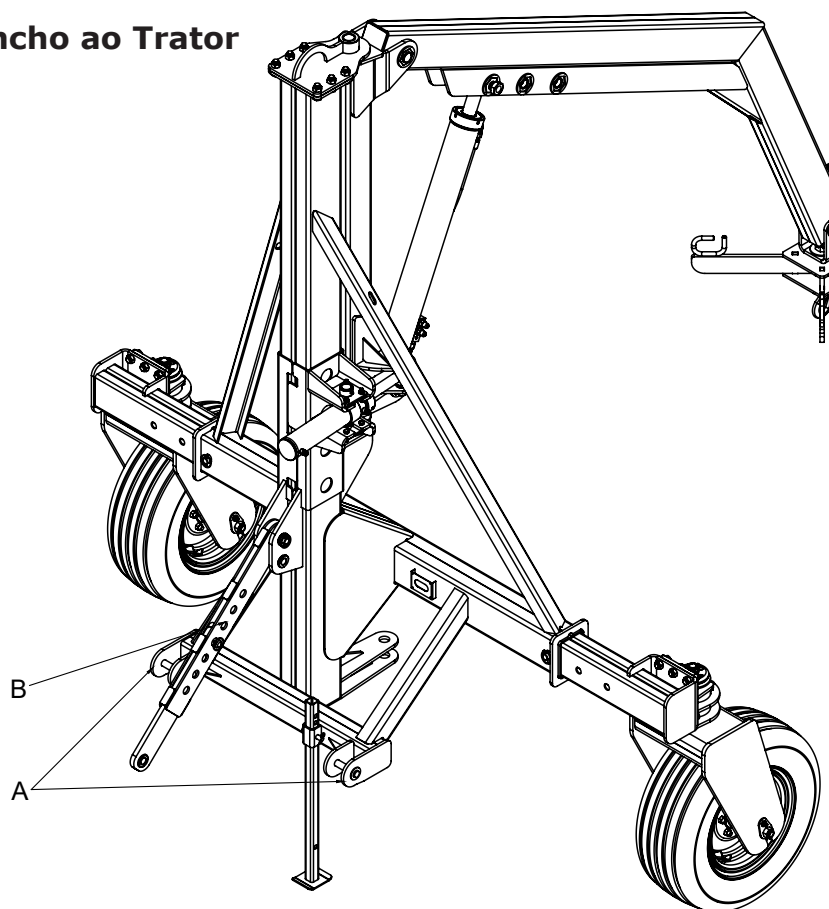
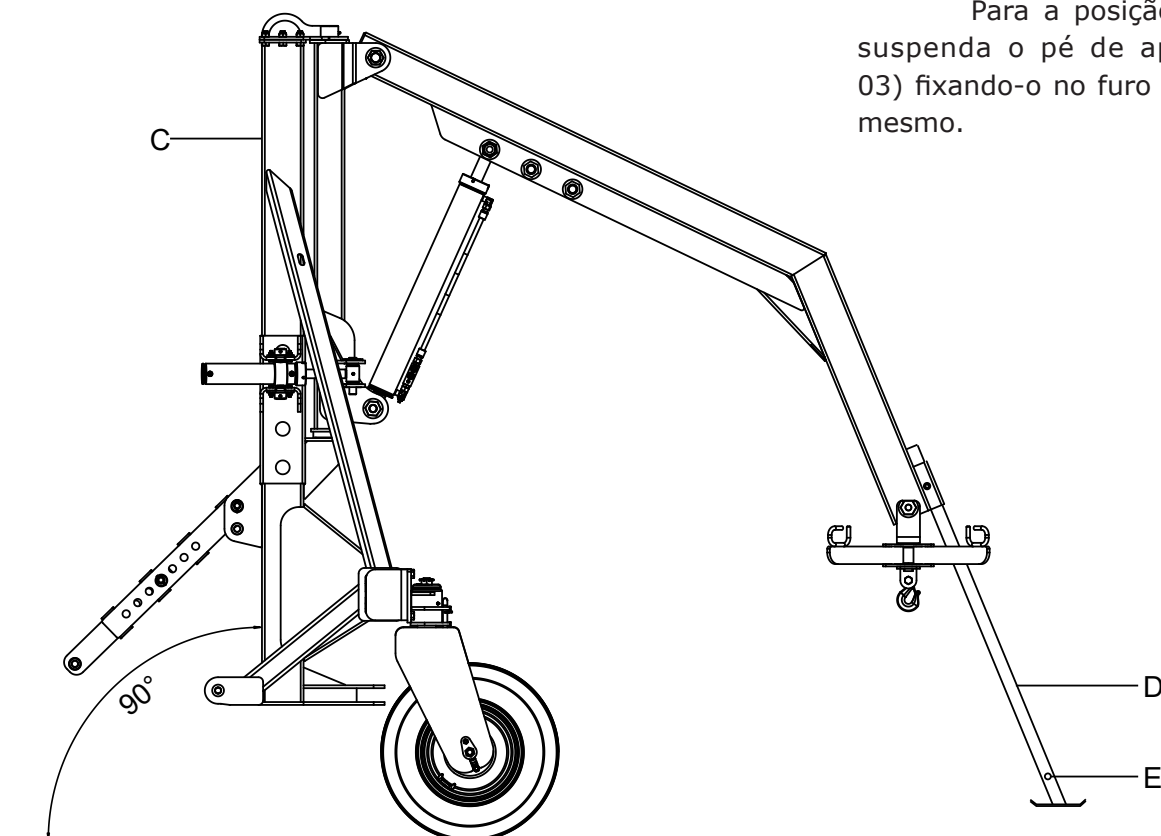

fig. 02
fig. 03
Faça a fixação do guincho no trator através dos dois pontos de engate (A) (fig. 02), trave os pinos com os grampos "R";
Ajuste o braço 3º ponto (B) (fig. 02) de tal forma que a torre (C) (fig. 03), do guincho fique na posição de 90º graus em relação ao solo (conforme fig. 03);
Para a posição de trabalho, suspenda o pé de apoio (D) (fig. 03) fixando-o no furo inferior (E) do mesmo.